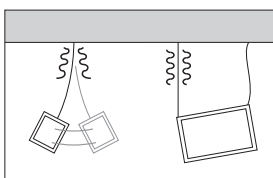

図5
- ・揺れや荷重の不均等により、1箇所のワイヤーや金具に思わぬ負荷が集中する場合があります。許容荷重には余裕を持って製品をご選定、ご使用ください(図5)。